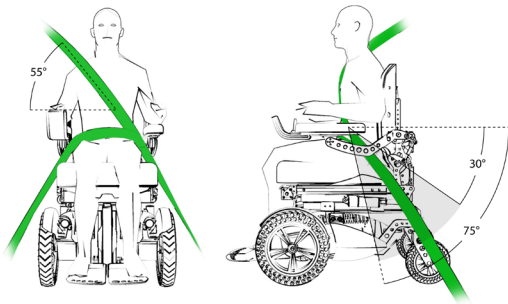

Abb. 7.2
- Für das Festschnallen des Rollstuhlfahrers muss ein Dreipunkt- Sicherheitsgurts für das Becken und für die Schulter verwendet werden. Der Gurt muss fest am Fahrzeug verankert sein (Abb. 7.2).